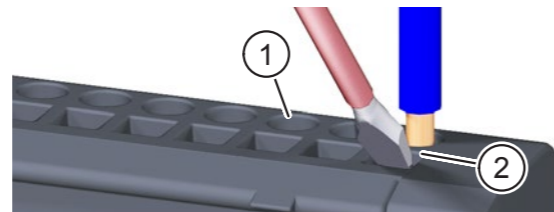

Abb. 5: Backplane verdrahten
- ▶ Verdrahten Sie die Backplane nach den Installationsvorgaben. Die Öffnungen für die Push-In-Klemmen (Pos. 1 in Abb. 5) befinden sich an der Ober- und Unterseite der Backplane. Das Etikett auf der Backplane zeigt die Anschlussbelegung der Klemmen.
- ▶ Führen Sie den Starrdraht bzw. die Aderendhülse in die runde Öffnung zur Push-In-Klemme (Pos. 1 in Abb. 5) bis zum Anschlag ein.
- ▶ Führen Sie den Schraubendreher in die quadratische Öffnung (Pos. 2 in Abb. 5) im 45°-Winkel schräg von vorne ein.